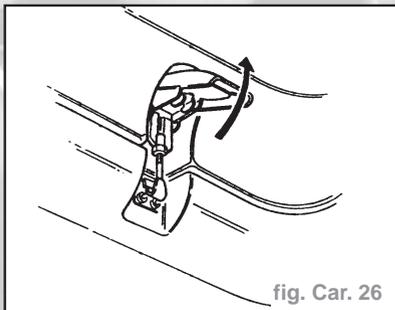

fig. Car. 26
- Relever à fond le levier du crochet (fig. Car. 26).